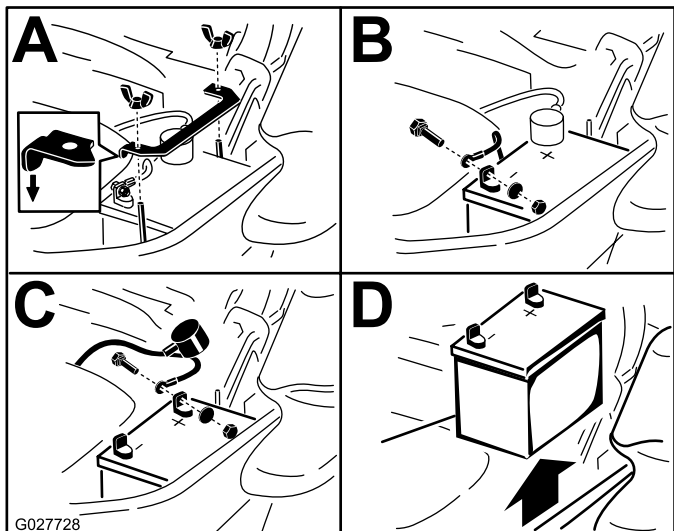

Figura 60
3. Remova a bateria como se mostra na Figura 60.